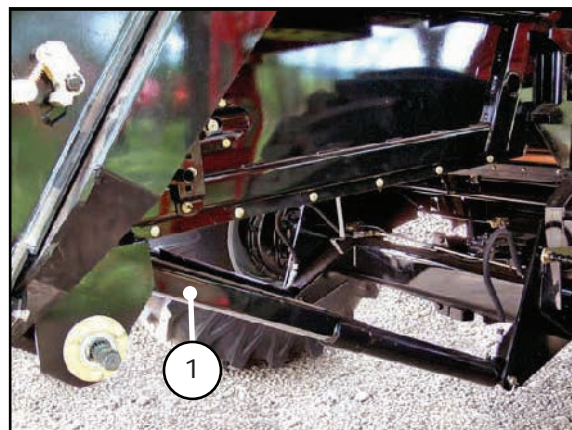

Figura 10
A Plataforma deve ser suspensa até uma altura que permita a instalação das travas de segurança (item 1) figura 10, nos cilindros de levante da colheitadeira.